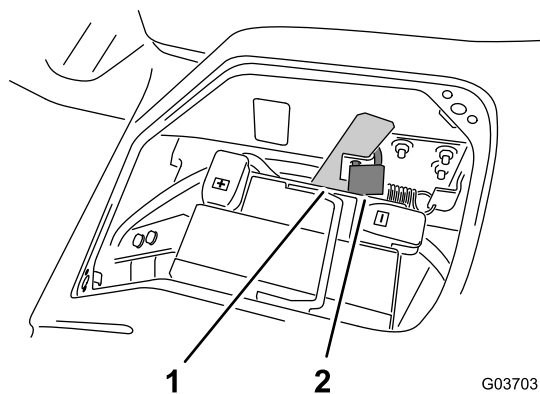

図2
2. 運転台のラッチハンドルを固定しているパッドロックがある場合には、外す図2。